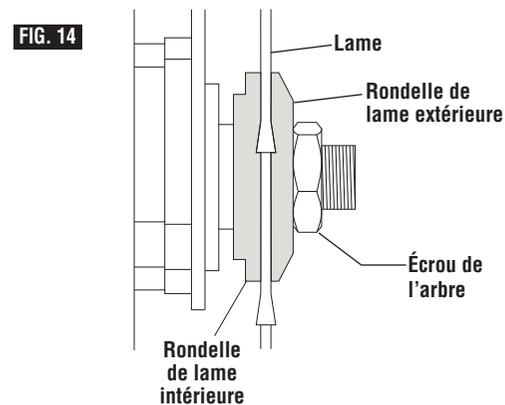

FIG. 14
7. Installez la bride de fixation contre la lame et enfitez l'écrou de fixation de l'arbre aussi profondément que possible à la main. Assurez-vous que la lame est au ras de la bride de fixation intérieure de la lame (Fig. 14).